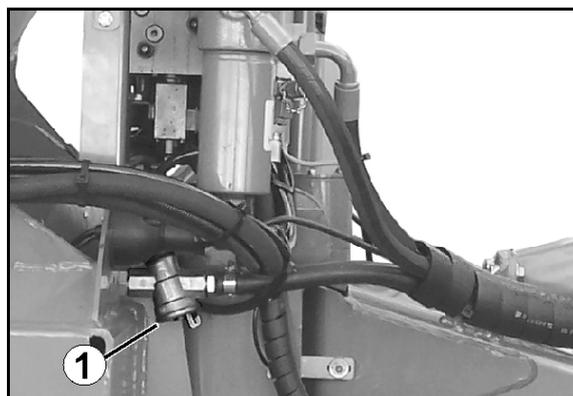

Fig. 117
1. Das Verschluss-Stück (Fig. 117/1) an den beiden Laschen zusammendrücken.